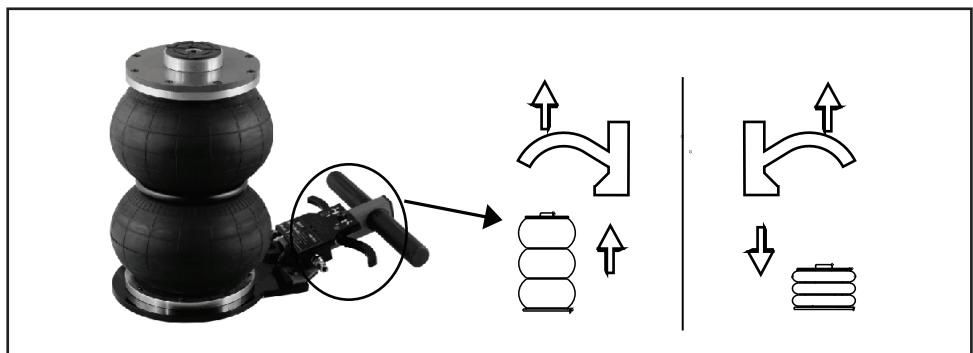

Fig. 03
- Drücken Sie den Abzug nach rechts zur „Aufwärts“-Position, die Last wird zur gewünschten Höhe angehoben. Sichern Sie mit einer Stütze. (Abb. 03)
- Zum Ablassen der Last den Auslöseknopf nach links drücken, „Abwärts“-Position. (Abb. 03)
- Pull the right trigger „Up“ position, the load is lifted to the desired level. Secure with support stand.(Fig.03)
- To lower the load, pull the left trigger , „Down“ position.(Fig.03)